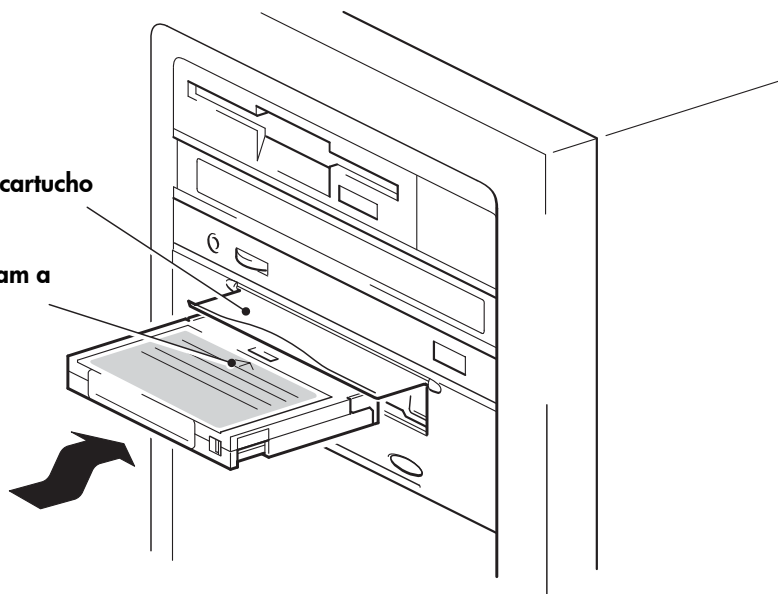

Figura 10a: carregar um cartucho
- 1 Levante a porta do cartucho na parte frontal da unidade de fita e insira o cartucho no slot, com a seta para cima e voltada para a porta da unidade. Pressione suavemente até a unidade segurar o cartucho e carregá-lo. (Veja a figura 10a.)